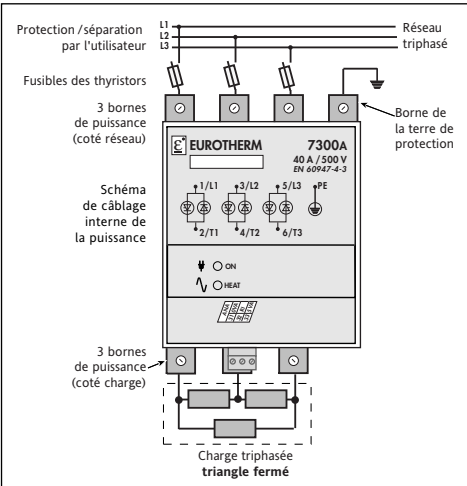

Figure 2-9 Branchement de charge triphasée en Triangle Fermé (3D)
- triangle fermé (3 fils de raccordement, code 3D), figure 2-9